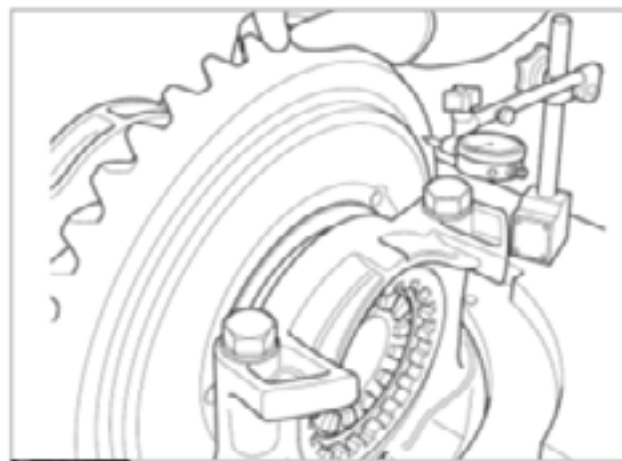

Fig. 2.58
7. Verifique a excentricidade da coroa (Fig. 2.58). Se a excentricidade exceder 0,20 mm, remova a caixa dos satélites e verifique a causa.